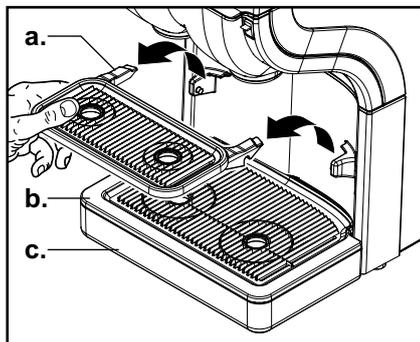

Fig. 32
2. Retirez le porte-tasses (a.), la grille égouttoir (b.) et le bac égouttoir (c.) (fig. 32).